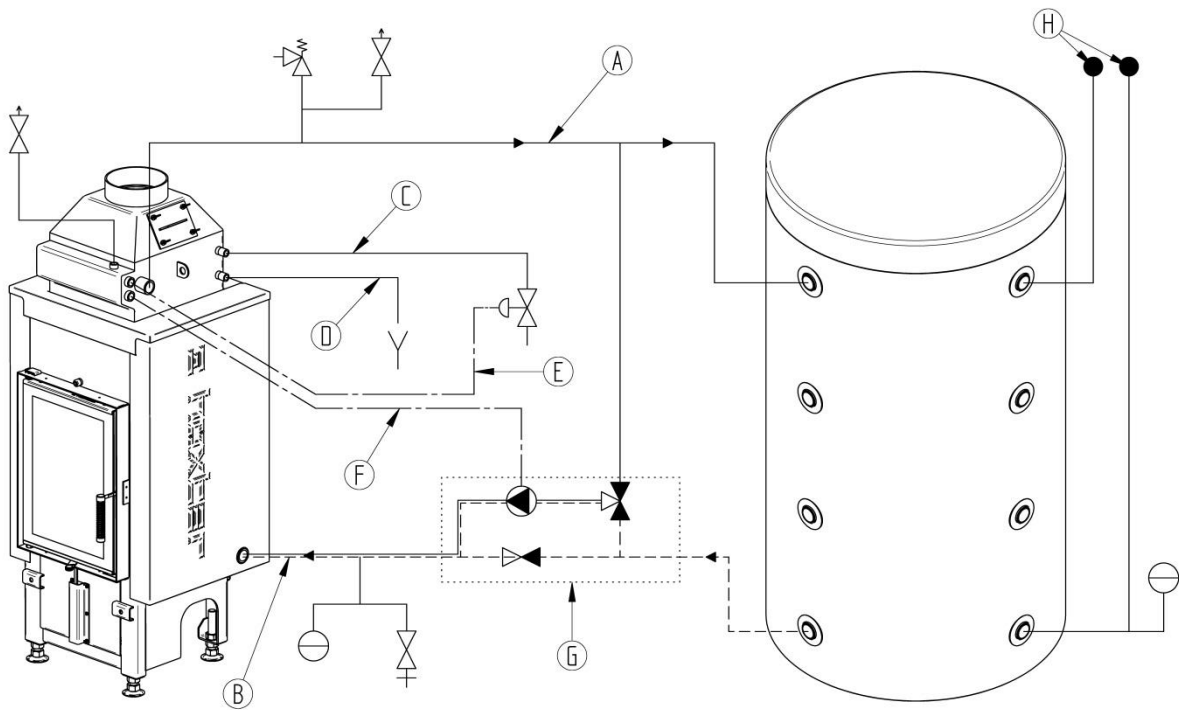

Рис. 16
- Рекомендуемое подключение камина к системе отопления показано на рис. 16.